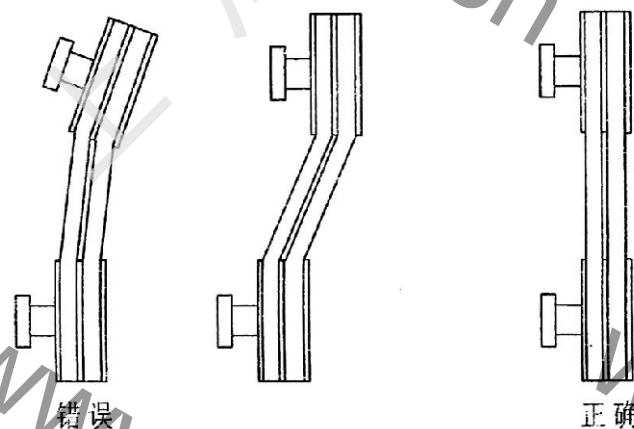

图10 轮联接带
· 三角带轮传动（图10）
- 3) 各带轮轴心线必须相互平行，带轮对应轮槽对称平面应重合，误差不超过 1° ，不得出现如图10左的安装。